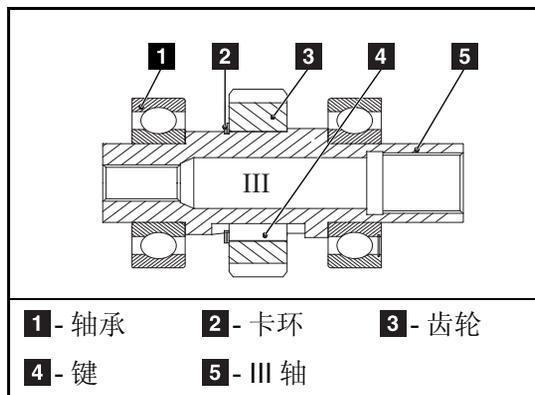

图 2-6(6) III 轴组
- (b) 按图 2-6(6) 将键 4 装到 III 轴 5 的键槽内，齿轮 3 装到 III 轴 5 上，用卡环 2 固定，将两轴承 1 装到 III 轴 5 的两轴臂上。